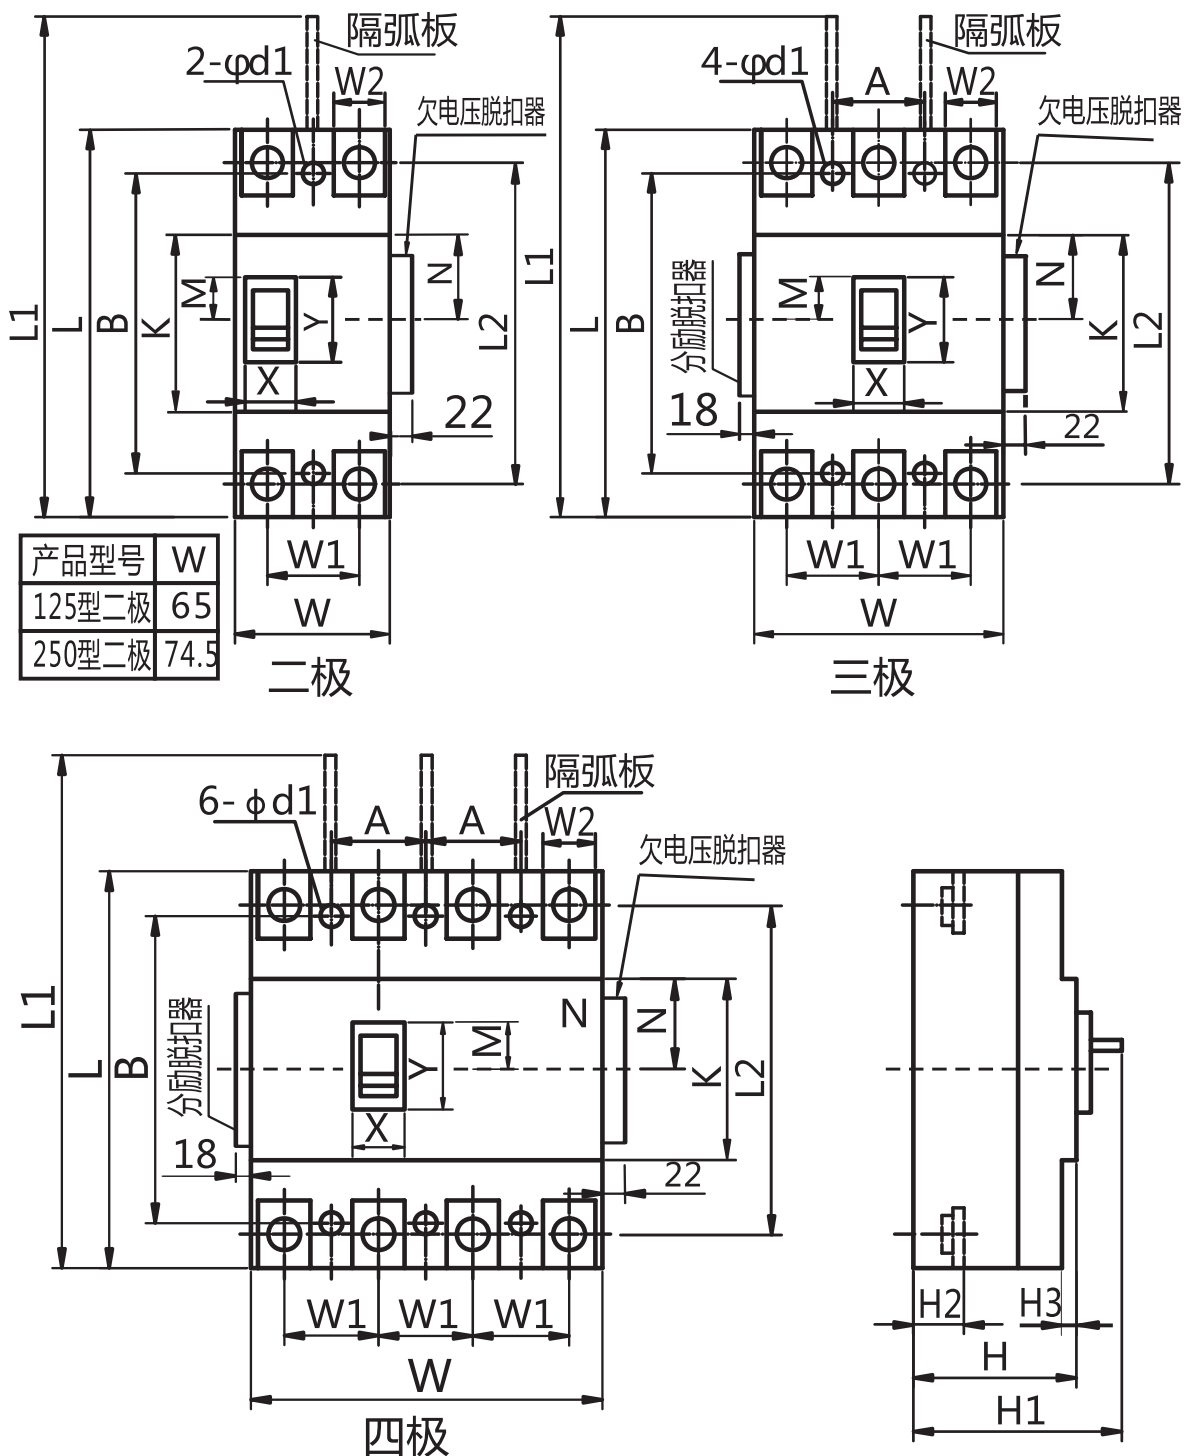
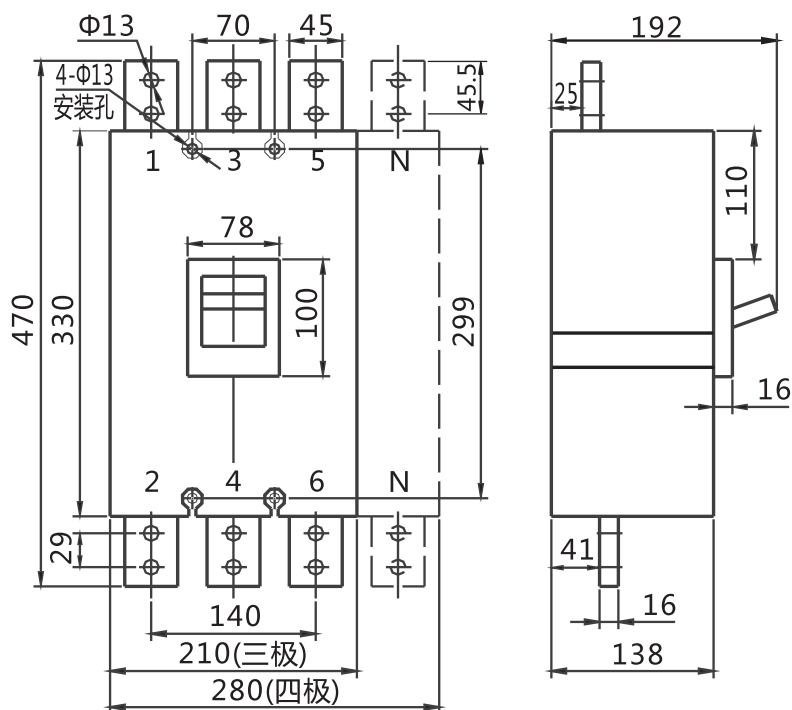

图7 RDM1-80~800板前接线外形及安装尺寸
图12 RDM1-1250M断路器外形尺寸及安装尺寸
6.1 RDM1-80~1250板前接线外形及安装尺寸图7、图12和表7。